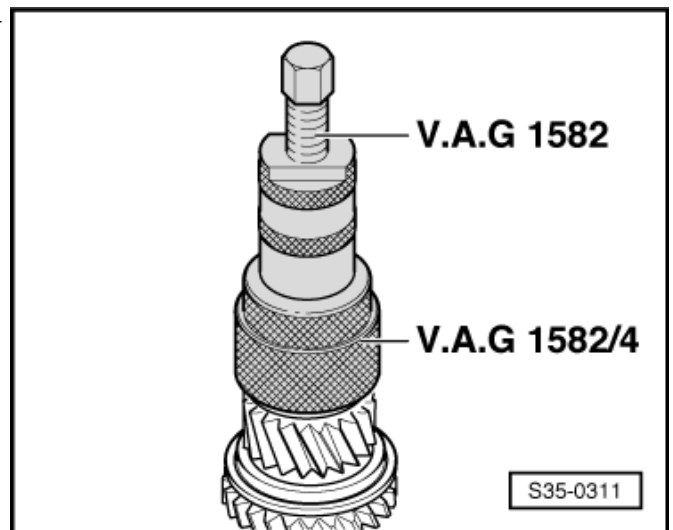

Abb. 8: Einbaulage Synchronkörper Rückwärtsgang ►
- ☐ Einbaulage ⇒ Abb. 8 in **35-3** Seite 5